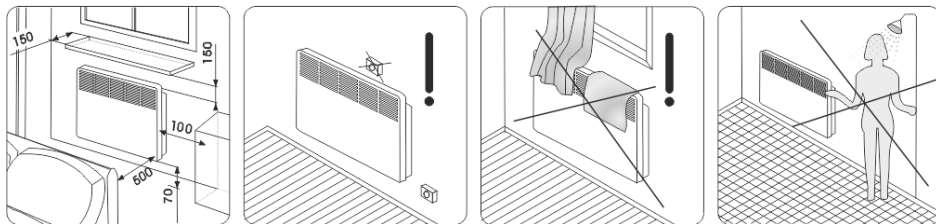

Рис. 2
2. Установить высоту от пола до нижней части конвектора не менее 120 мм (см. рис. 2).